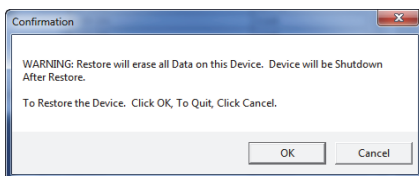

图 7-30 确认对话框：确认恢复操作
4. 当出现 **Confirmation**（确认）对话框时（参见第 203 页的图 7-30），点击 **OK**（确定），开始恢复操作。